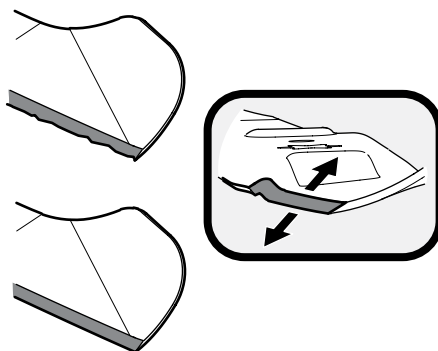

Figura 4-14
4. Para afilar las cuchillas de corte correctamente, extraiga cantidades iguales de metal de ambos extremos de las cuchillas a lo largo de los bordes cortantes, paralelo al borde de caída, a un ángulo de 25° a 30°. Afile siempre cada borde de las cuchillas de corte de forma pareja para mantener un equilibrio adecuado entre las mismas. Vea la Figura 4-14.